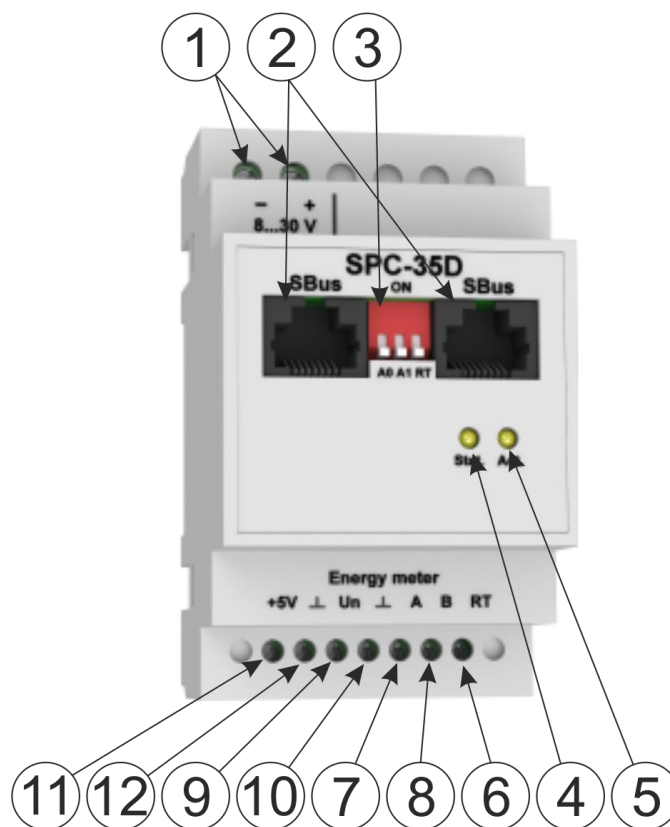

Рисунок 1 – Внешний вид и назначение органов подключения передней панели модуля
4.4 Подключите, при необходимости, терминирующий резистор "RT" модуля к шине SBus включив в положение "ON" соответствующий флажок DIP-переключателя (см. рисунок 1).
4.5 Подключите информационные кабели шины SBus к разъемам SBus модуля (см. рисунок 1) в соответствии со схемой, изображенной на рисунке 2.
4.6 Подключите счетчик электроэнергии к соответствующим клеммным блокам модуля (см. рисунок 1). Подключите, при необходимости, терминирующий резистор "RT" интерфейса RS-485 подключения счетчика электроэнергии, замкнув перемычкой клеммные блоки "RT", "B" (см. рисунок 1).
ВНИМАНИЕ! При подключении счетчиков электроэнергии производства «НПК «Инкотекс» с интерфейсом CAN, необходимо производить подключение в следующем порядке: сигнал "+" интерфейса счетчика подключить к клеммному блоку "B" модуля (см. рисунок 1), а сигнал "-" интерфейса счетчика подключить к клеммному блоку "A" модуля.
- установите DIP-переключателем **3** (см. рисунок 1) адрес модуля **0x50**, в соответствии с таблицей 3;
- по истечению 30 секунд проконтролируйте по режиму работы индикатора “Stat.” (см. рисунок 1) активность выбранного протокола передачи данных;